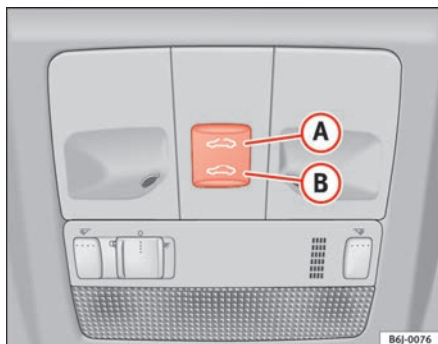

Abb. 48 Panoramadach / Ausstelldach
- Wenn Sie den Taster **(B)** ⇒ Abb. 48 ⇒ **(!)** drücken und gedrückt halten, führt das Dach die Schließbewegung aus, bis der Taster wieder losgelassen wird.